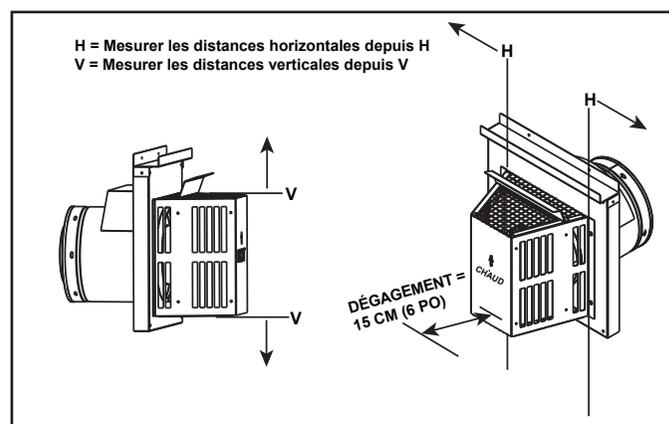

Figure 4.3
- Mesurez les dégagements des chapeaux des extrémités horizontales et verticales comme indiqué à la figure 4.3.